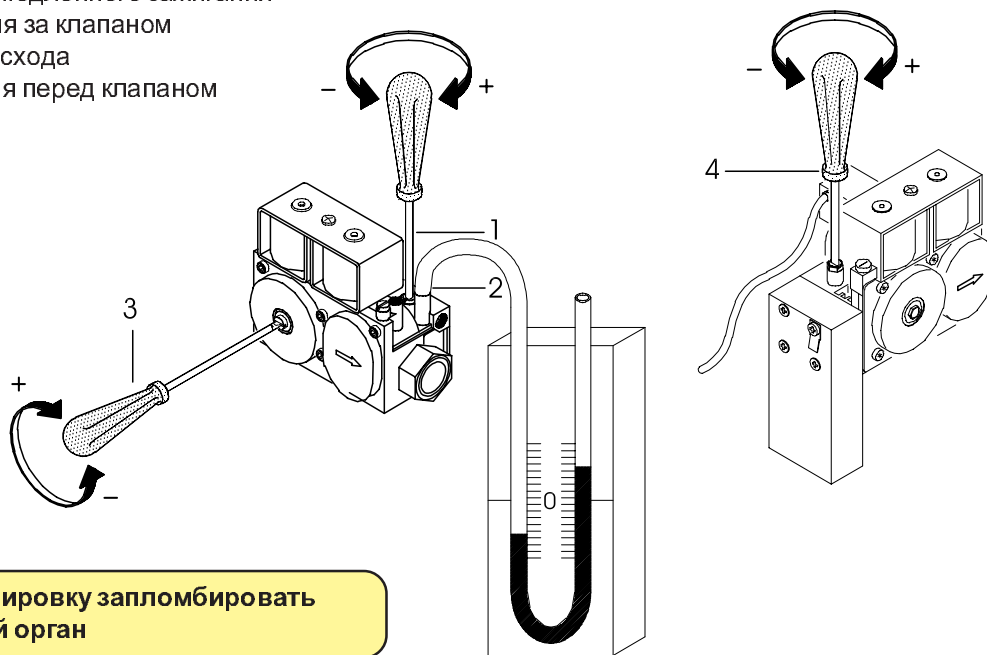

Рис. 55 Регулирование давления электроклапана. Заборники давления.
- 6) Отключить регулятор давления электроклапана повернуть соответствующий винт (рис. 55, поз. 3) по часовой стрелке (+) до упора.
- 5) Отрегулировать давление газа у горелки с помощью винта регулятора давления электроклапана (рис. 55, поз. 3).